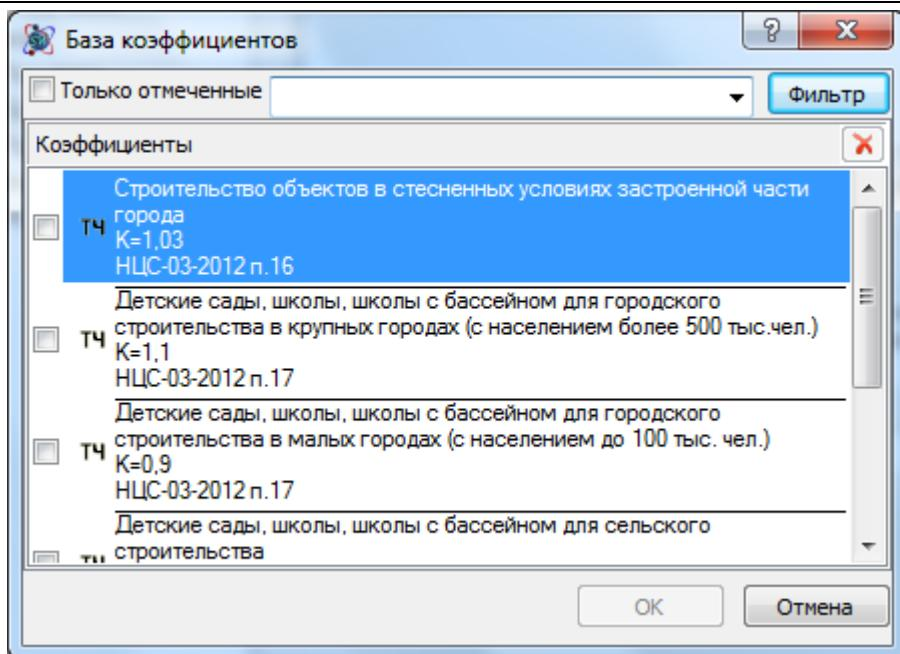

Рис. 9.8 Диалоговое окно База коэффициентов
4. В открывшемся диалоговом окне *База коэффициентов* (Рис. 9.8) при помощи флагов выбрать нужные коэффициенты и нажать на кнопку OK.